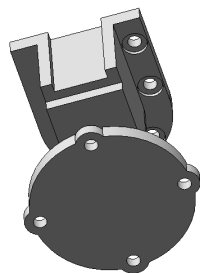

图 7-102 切除拉伸实体 4
6) 切除拉伸实体。单击“特征”控制面板中的 (拉伸切除) 按钮, 或选择菜单栏中的“插入”→“切除”→“拉伸”命令, 弹出“切除-拉伸”属性管理器, 设置切除深度为 6, 然后单击 (确定) 按钮, 生成的沉头孔如图 7-102 所示。